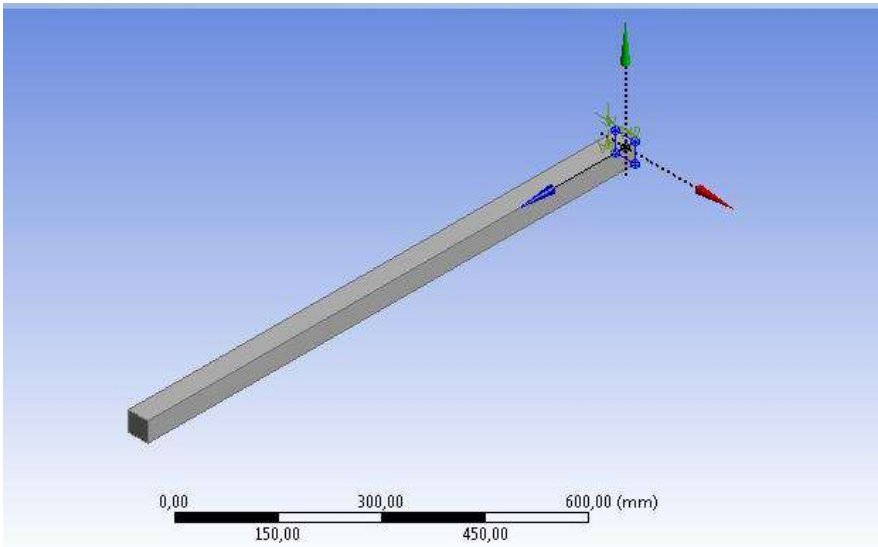

Рис. 6. Балка
3.3.7. *Generate* – фіксуємо всі зміни при побудові частини моделі. Одержуємо тривимірну суцільну заготовку для балки (рис. 6).